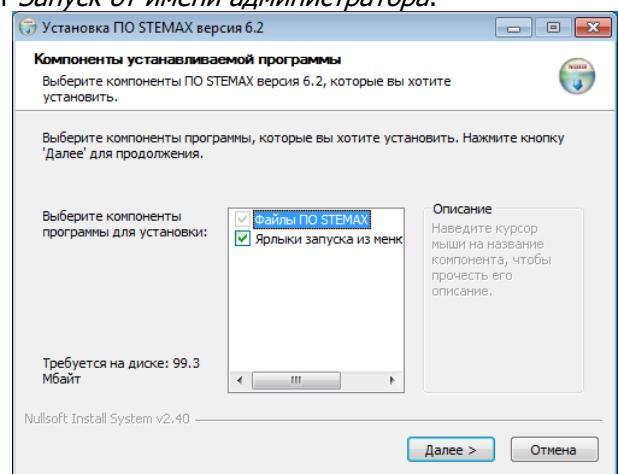

Рисунок 7.1 — Выбор компонентов ПО STEMAX
- В открывшемся окне *Компоненты устанавливаемой программы* нажмите кнопку *Далее* (см. рисунок 7.1).